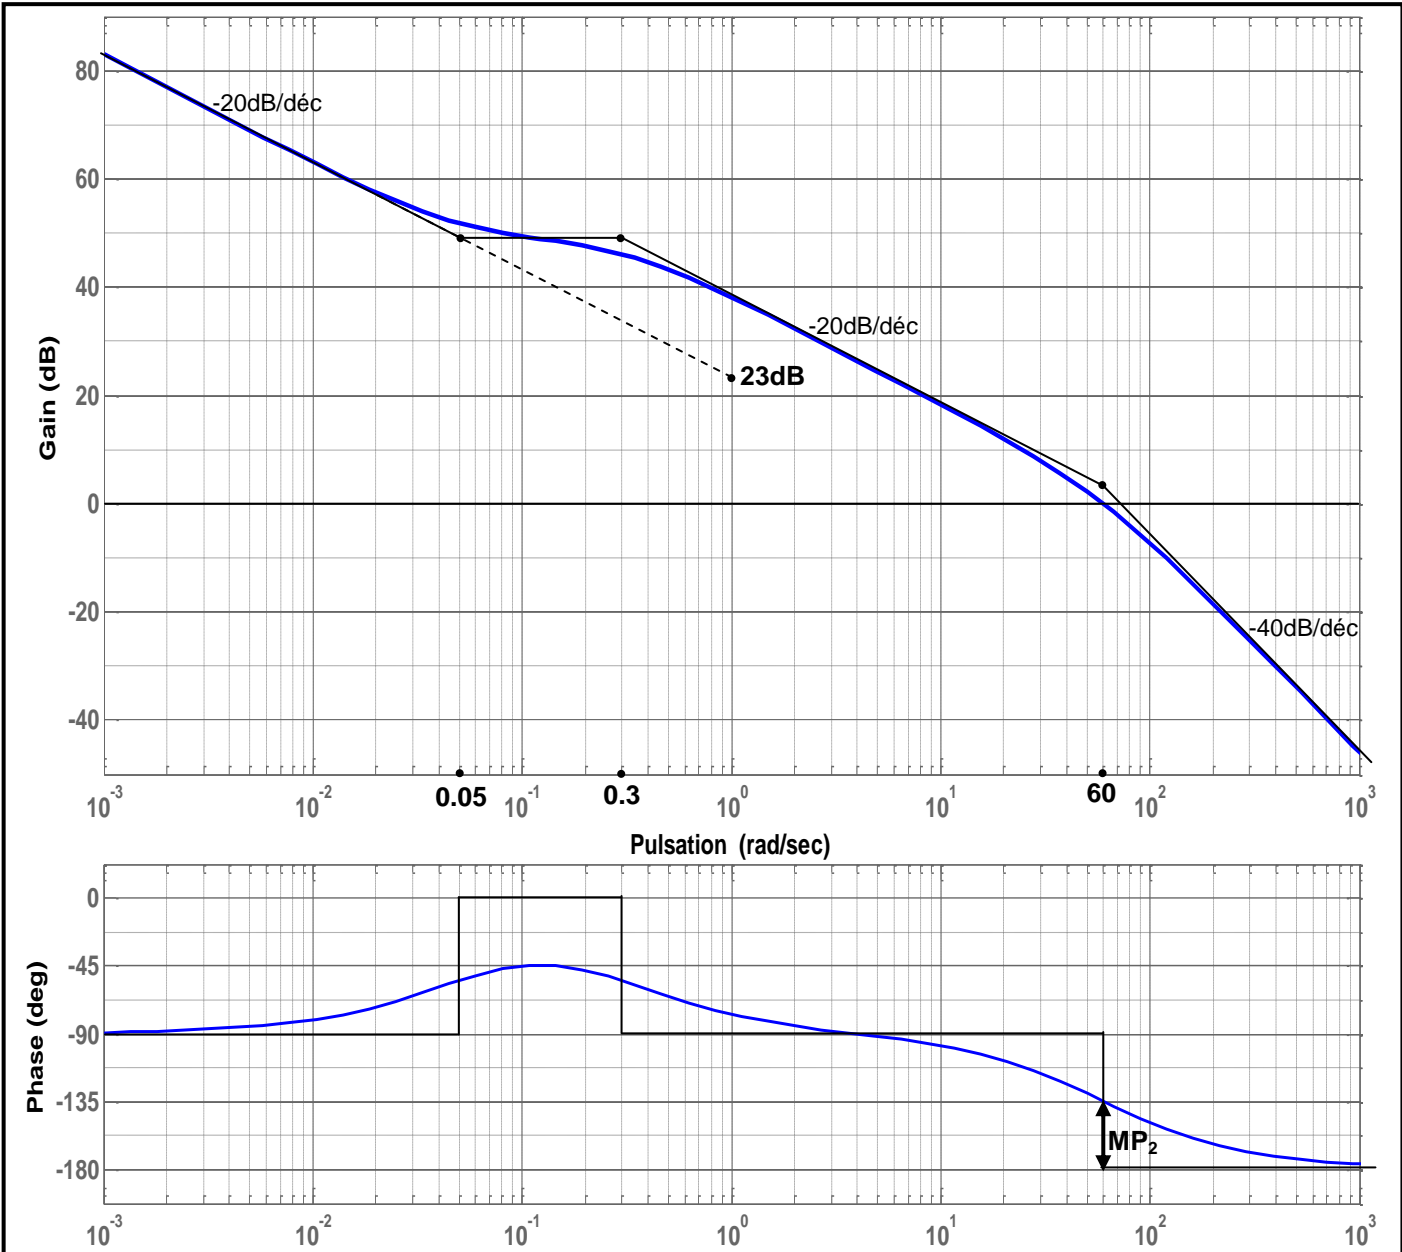

Figure 16
d) Sur la figure 16 du document réponse DR5 tracer les diagrammes asymptotiques de Bode de gain et de phase de la fonction de transfert en boucle ouverte $H_{BO2}(p)$ du système, puis tracer la courbe réelle de gain et indiquer sur ce document la marge de phase MP_2 du système.
f) Voir **figure 16 document réponse DR4**